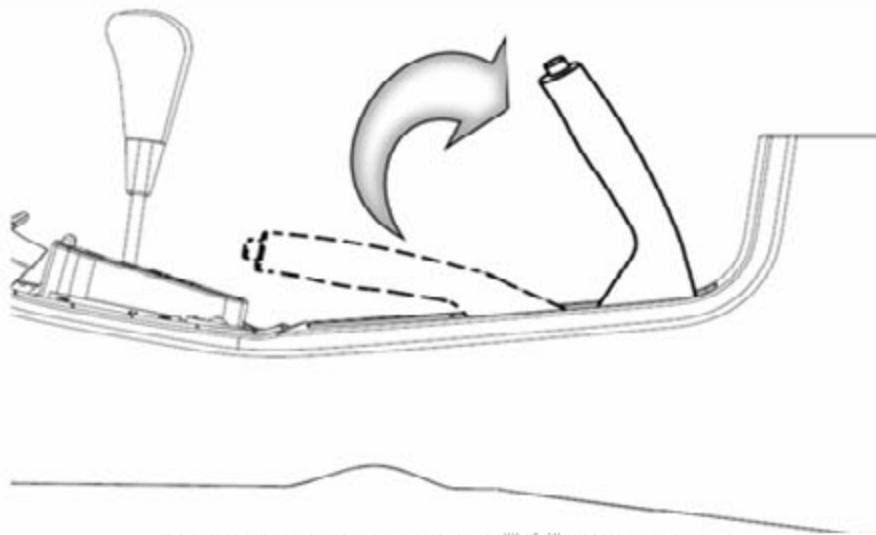

图 6-2-3 手刹护板橡胶挡块组件的拆卸(1)
- 1).先将手刹拉起一定高度，使手刹护板橡胶挡块组件完全可见。如图 6-2-3 所示：